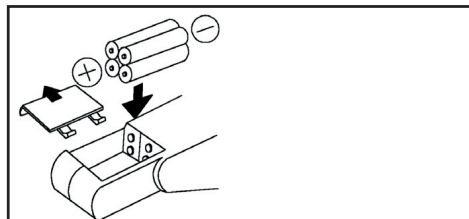

Abb. 1
- Schieben Sie den Deckel des Batteriefachs in die Richtung, die in Abb. 1 gezeigt wird. Setzen Sie vier 1,5 V Batterien Größe AA oder UM3 mit richtiger Polarität ein, wie dies im Inneren des Fachs markiert ist.